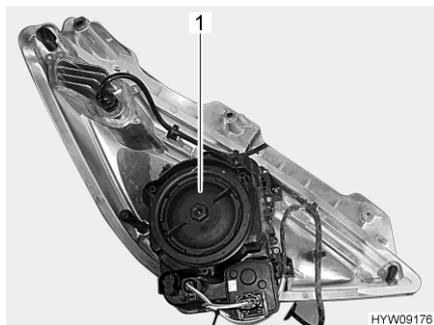

Fig. 161 Faro anteriore (lato posteriore)
- Ruotare il coperchio dell'involucro (Fig. 161,1) in senso antiorario e rimuoverlo.
- Posizionare il coperchio dell'alloggiamento (Fig. 161,1) e ruotarlo in senso orario fino a bloccarlo.